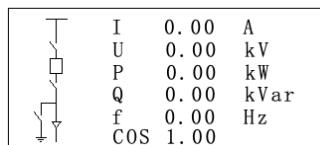

图 7-1 显示刀闸位置主信息图
7.2.1 装置上电后,显示装置型号及公司名称,5s 后退出;转入显示装置“主信息图”,“主信息图”可以在设置参数菜单中选择显示普通刀闸、手车位置、只显示断路器或者不显示(具体设置请参阅 7.2.8 节“设置”)。如下图 7-1 所示:
在图 7-1 (主信息图) 状态下按“确认”键进入主菜单。如图 7-2~7-4 示: